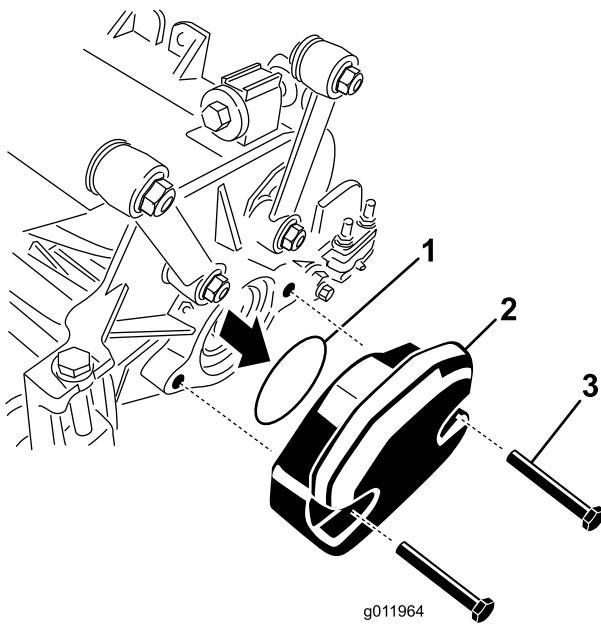

Figure 6
1. Sur le plateau de coupe N° 3 , enlevez les 2 vis qui fixent le contrepoids à l'extrémité gauche du plateau de coupe. Déposez le contrepoids (Figure 6).